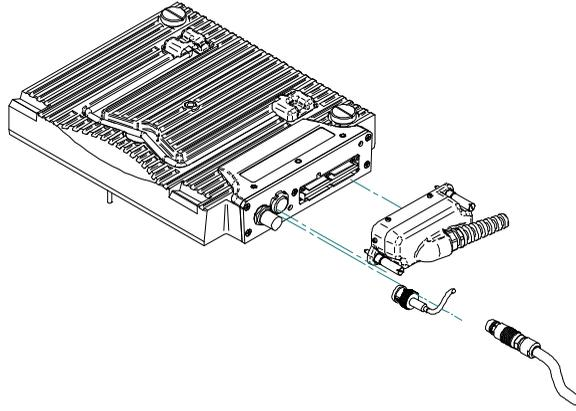

Figura L-2 Módulo ECA con conectores
1. Alinee el conector de sonda ECA correctamente basándose en los pines guía del receptáculo del módulo EC ARRAY (vea la Figura L-2 en la página 189).